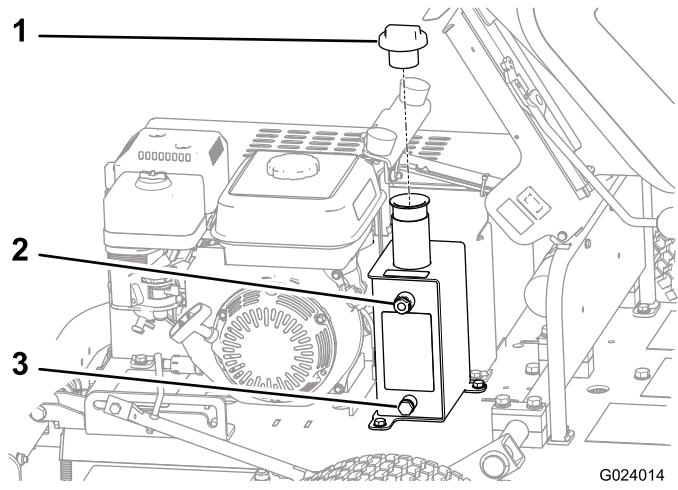

図 34
- タンクの側面にある点検窓図 34 から量を点検する。
4. オイルの量が不足している場合は、タンク上部にある補給口のキャップ図34を取ってオイルを補給する。
1. 機体下にある油圧オイルドレンプラグの下に廃油受けを置く(図34)。
2. トランスミッション側面にあるドレンプラグを抜いてオイルを抜く図34。
8. 燃料タンクのキャップを取る図34。